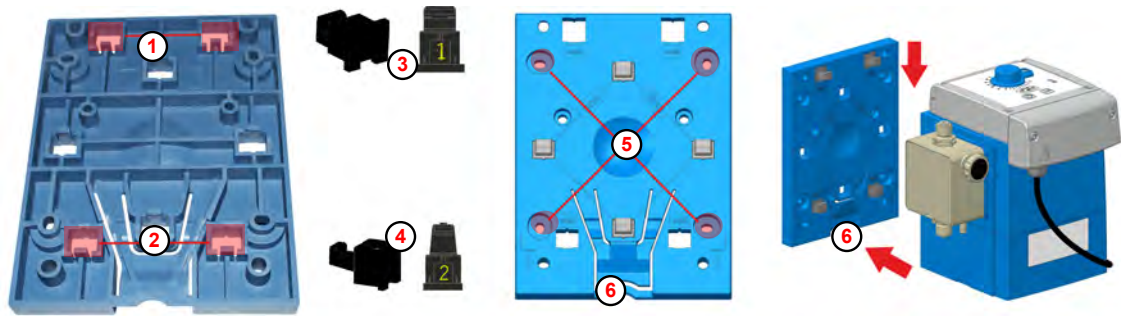

Fig. 5 : Préparatifs du montage mural
Sur la partie inférieure de la plaque de montage, les orifices pour le montage mural ( Fig. 5 , ① ou ② ) portent le numéro 2.